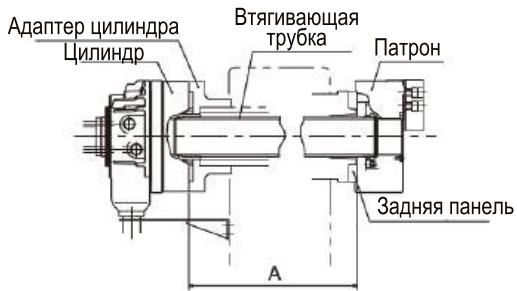

Рисунок 17
- Определите размер (размер $\varnothing E$ на рис.17) задней пластины так, чтобы торцевая поверхность плунжерной гайки соприкасалась с задней пластиной и останавливалась при вытягивании плунжерной гайки. Если ход больше указанного, это может привести к поломке патрона.